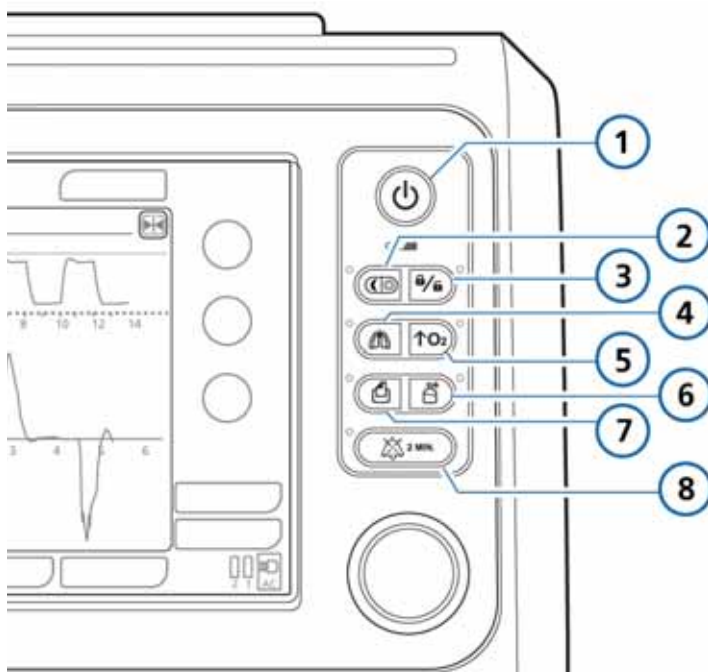

Рисунок 9-1. Клавиши специальных функций
► На выдохе нажмите и отпустите клавишу **ручного вдоха** (рис. 9-1).